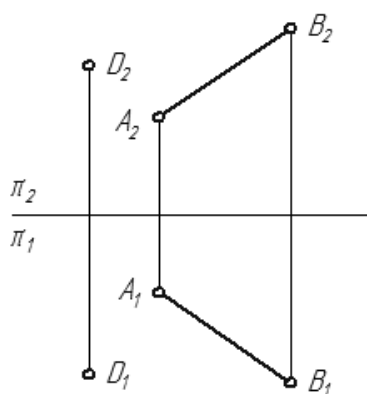

Рисунок 9 – Комплексный чертеж точки и отрезка
**Задание 12.** Определить расстояние от точки  $D$  до отрезка  $AB$  (рисунок 9).